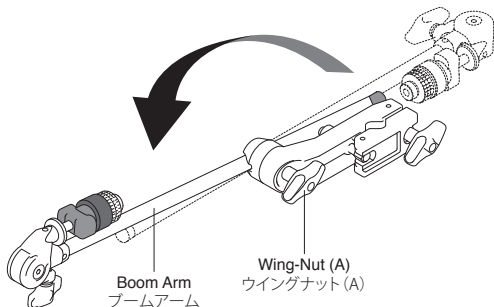

Fig.1 / 図1
1. Loosen Wing Nut (A) on the Boom Tilter and rotate the Boom Arm as shown (Fig.1.) then tighten Wing Nut (A) to secure it in place.
1. ブームティルターのウイングナット (A) をゆるめ、図のようにブームアームを回転させ、再度ウイングナット (A) を締めて固定します (図 1)。